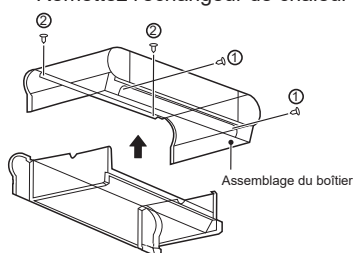

Figure 4-6 Retrait du boîtier
- Comme illustré à la Figure 4-6, retirez les vis ① *2 et ② *2, puis le boîtier.